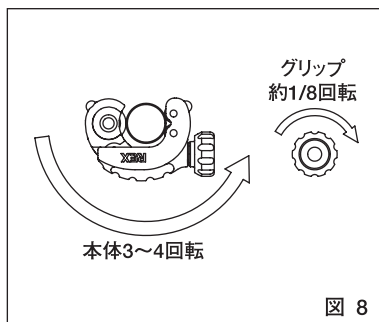

図 8
- ③その後、グリップをゆっくり回し、(本体3～4回転につきグリップ1/8回転程度) 徐々に切り込みを深くしながら、本体を矢印Aの方向へ回転させパイプを切断してください。(図8)